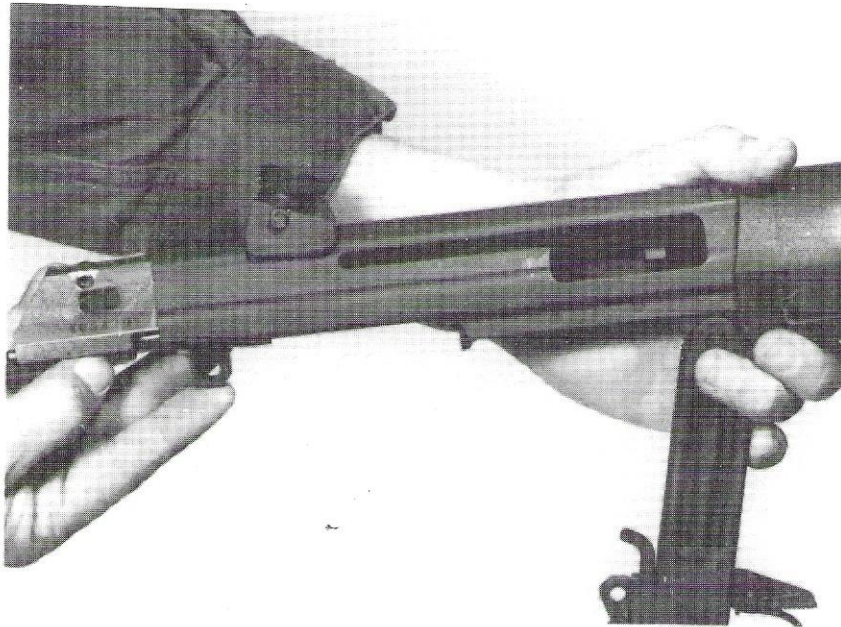

Figure 7 : Récupération de l'ensemble mobile.
- incliner vers l'arrière la boîte de culasse, récupérer l'ensemble mobile (fig 7),